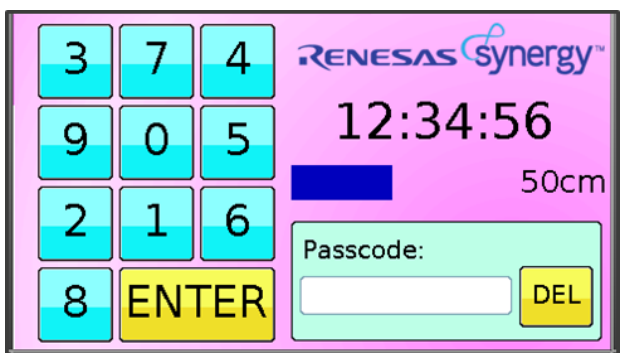

図 2-5 パスコード入力画面
- 超音波センサと人(物)との距離が 30cm 以内になると、LCD 画面を点灯して図 2-5 のパスコード入力画面を表示し、パスコードの入力を待つ。また、パスコード画面を表示する際にテンキー内のキー配置をランダムに変える。更に、モニタとの BLE 通信が確立している場合は (モニタの LED1 が点灯している場合)、モニタに向けて 1 秒毎に「時刻、超音波センサから取得した距離、状態」を通知する (Notification)。